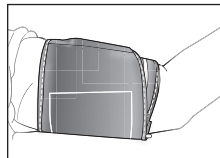

Fig. 6
5. El manguito debería caber cómodamente, sin embargo estrechamente alrededor de su brazo, Fig 6. Usted debe poder insertar un dedo fácilmente entre su brazo y el manguito.